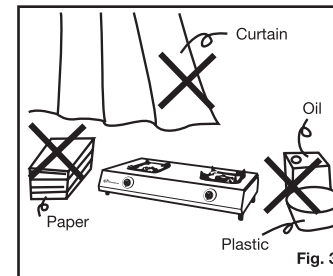

Fig. 3
- Assurez vous qu'aucun produit inflammable ne se trouve à proximité de la gazinière (Fig. 3)
- Make sure that there are no inflammables near the gas cooker. (Fig. 3)